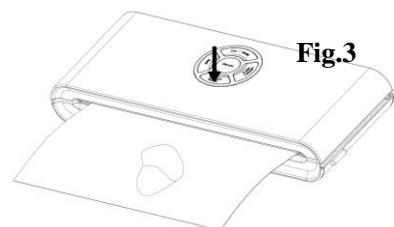

Fig.3
6. Apoi apăsați butonul Vacuum & Seal (Vidare și Etansare). Unitatea va începe automat vidarea și etansarea – **Fig. 3.**